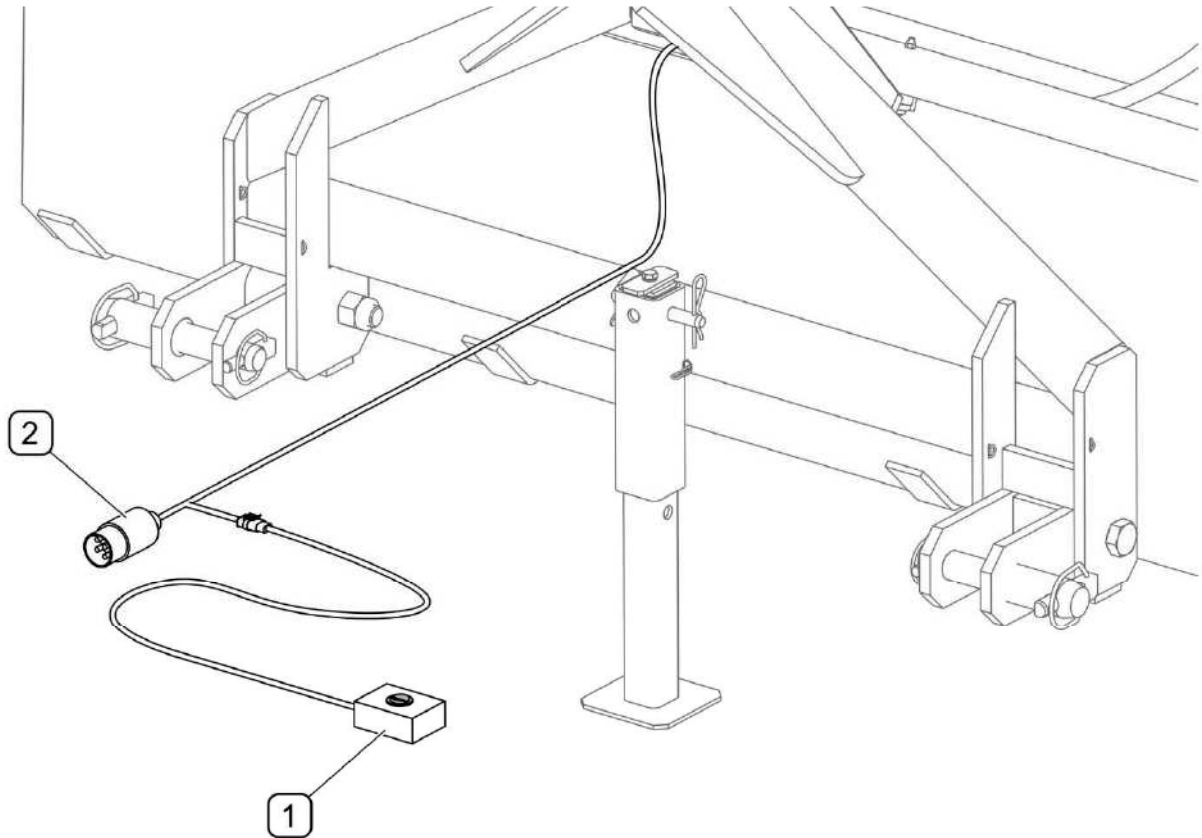

FIGURE 4.4 Commande du système d'arrosage
(1) - interrupteur du système d'arrosage; (2) - fiche de la prise 7 broches ;
La fiche (2) de l'installation électrique doit être branchée à la prise 7 broches 12 V dans le tracteur. La mise en marche et l'arrêt du système d'arrosage se font au moyen de l'interrupteur (1) situé sur le câble d'alimentation (FIGURE 4.4).